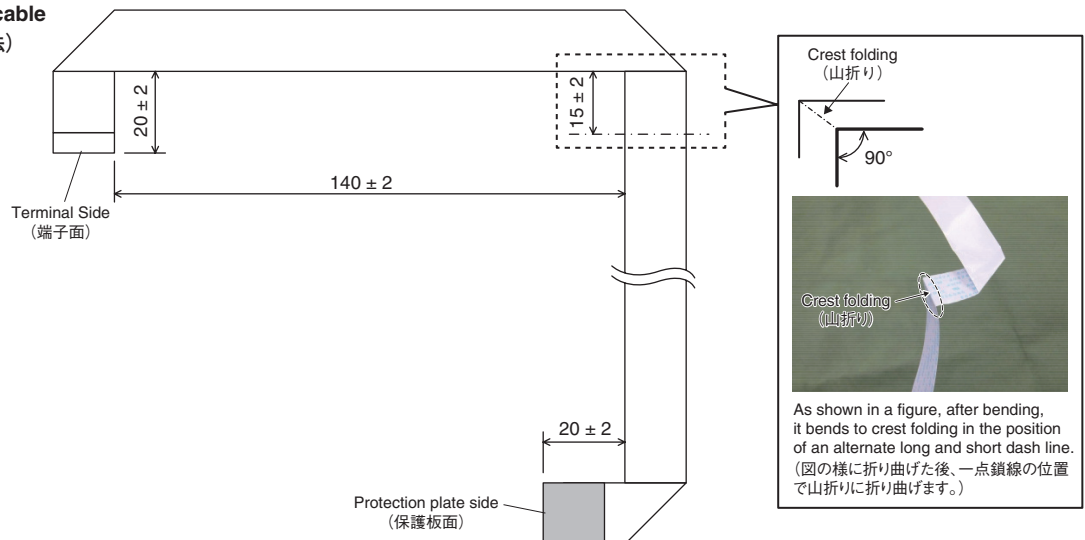

Fig. 11 (図11)
- \* When installing the FFC cable, after bending the FFC cable as shown in Fig. 11, it bends to crest folding in the position of an alternate long and short dash line, and then insert to the connector.
- ※ FFCケーブルを取り付ける際は、図11のように折り曲げた後、一点鎖線の位置で山折りに折り曲げ、コネクタに挿入します。